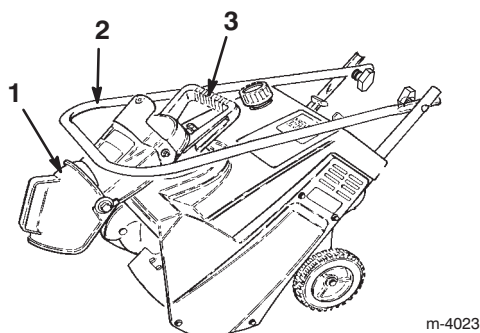

Figure 16
2. Repliez l'éjecteur et revissez fermement le bouton sur le boulon à l'arrière de la poignée de l'éjecteur (Fig. 16).
3. Desserrez les boutons du mancheron et repliez ce dernier sur la déneigeuse (Fig. 16).
4. Portez la déneigeuse par la poignée de l'éjecteur (Fig. 16).